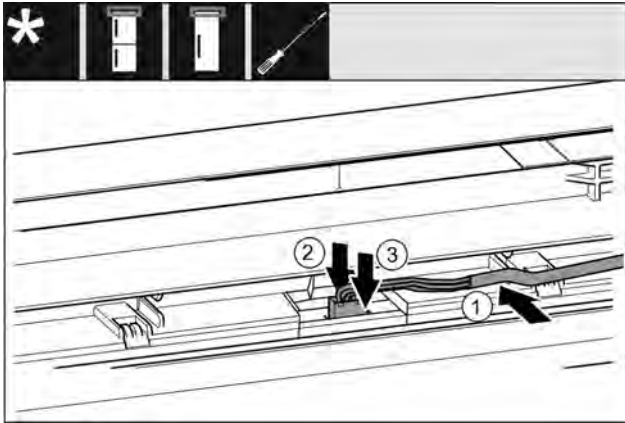

Fig. 32
- ▶ Вложите серый кабель в направляющую в верхней двери. Fig. 32 (1)
- ▶ Прижмите язычок защелки назад Fig. 32 (2)
- ▶ Зафиксируйте штекер. Fig. 32 (3)